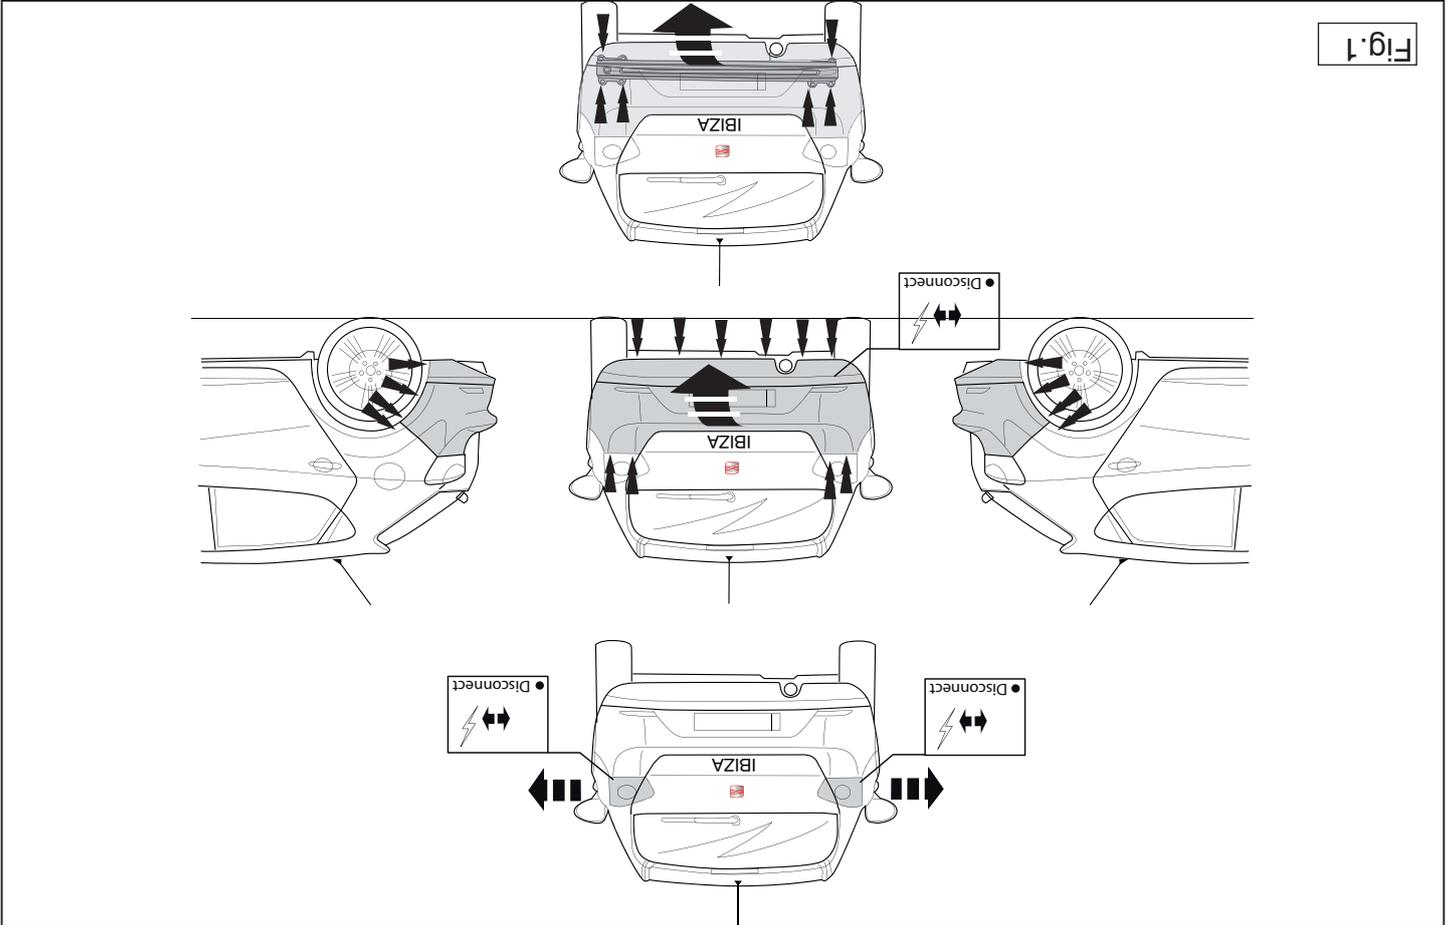

Fig. 1
1. Demonteer de bumper inclusief de stalen stootbalk van het voertuig, de stootbalk wordt niet meer gebruikt. Herplaats de moeren (zie fig. 1).
2. Remove the bumper and the steel buffer beam from the vehicle. The buffer beam will no longer be needed. Replace the nuts (see fig. 1).
2. Die Stoßstange einschließlich des stählernen Stoßbalkens vom Fahrzeug abmontieren. Der Stoßbalken wird nicht mehr benötigt. Die muttern montieren (siehe Fig. 1).
- Déposer le pare-chocs du véhicule y compris la traverse en acier la traverse ne sera plus utilisée. Remettre les boulons de fixations en place (voir la fig. 1).
- Demontera stötfångaren inklusive stötranden av stål från fordonet, stötranden förfaller. Sätt tillbaka skruvar (se fig. 1).
2. Demonter kofangeren, inklusive køretøjets stålstødbjælke. Denne bliver overflødig. Sæt bolte på plads igen (jævnfør fig. 1).
2. Desmontar el parachoques inclusive el tope de acero del vehículo, el tope no se vuelve a utilizar. Volver a colocar tornillos (véase la fig. 1).